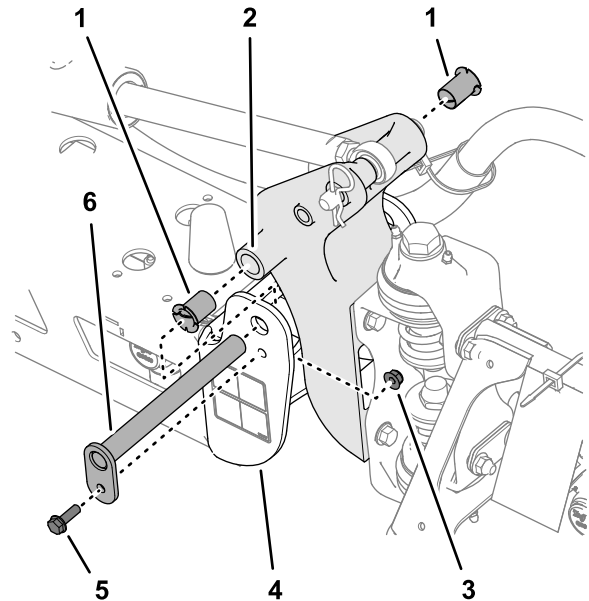

Figura 111
3. Retire el perno y la tuerca que sujetan el pasador de giro, y retire el pasador (Figura 111).
5. Retire los casquillos de nylon desde delante y desde detrás del soporte del giro, e inspecciónelos (Figura 111).
6. Lubrique los casquillos de nylon con una pequeña cantidad de aceite, e instale los casquillos en el soporte del giro (Figura 111).
7. Alinee los taladros del soporte de giro con los taladros del perfil de extremo (Figura 111).